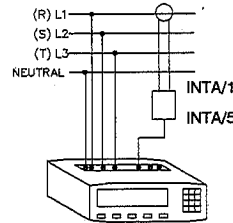

Abb. 3.6.3
- 3) Schnittstelle mit dem Gerät verbinden; dabei immer darauf achten, daß Spannungs- und Stromeingänge entsprechen (Abb.3.6.3).